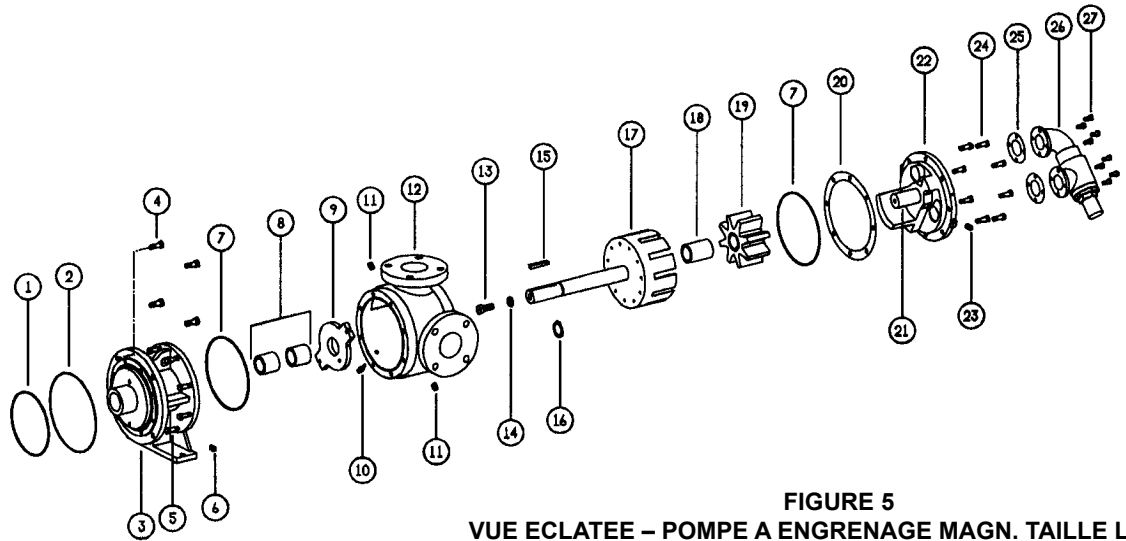
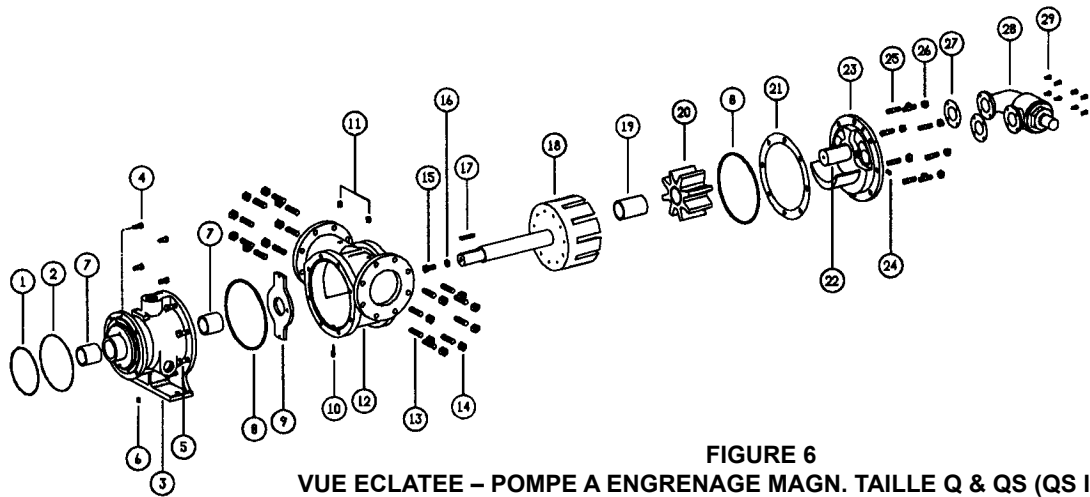

FIGURE 5
FIGURE 6
1. Pour le nom des pièces, voir **Figure 5** ou **Figure 6** page 5.